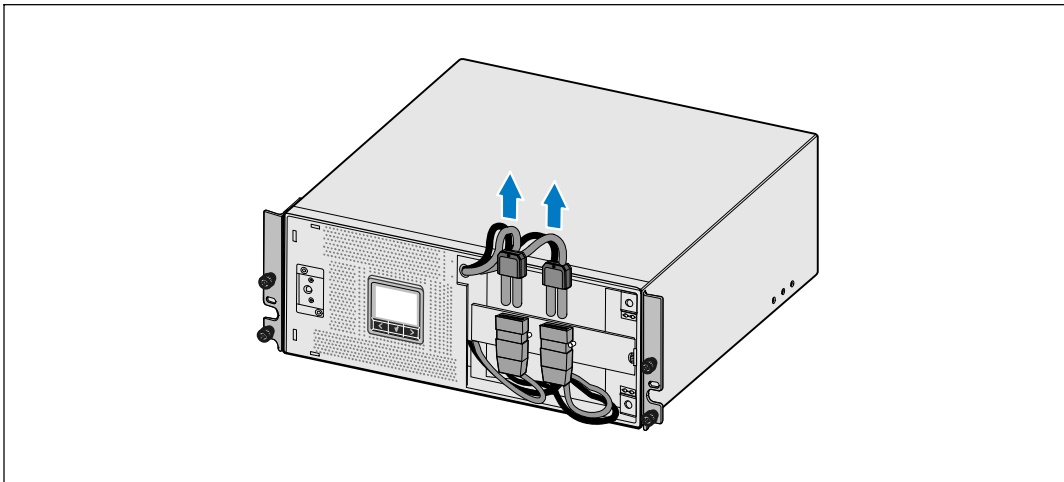

Abbildung 28. Trennen der Anschlüsse der inneren Batterie
- 4** Trennen Sie die Anschlüsse der internen Batterie ab (siehe Abbildung 28).